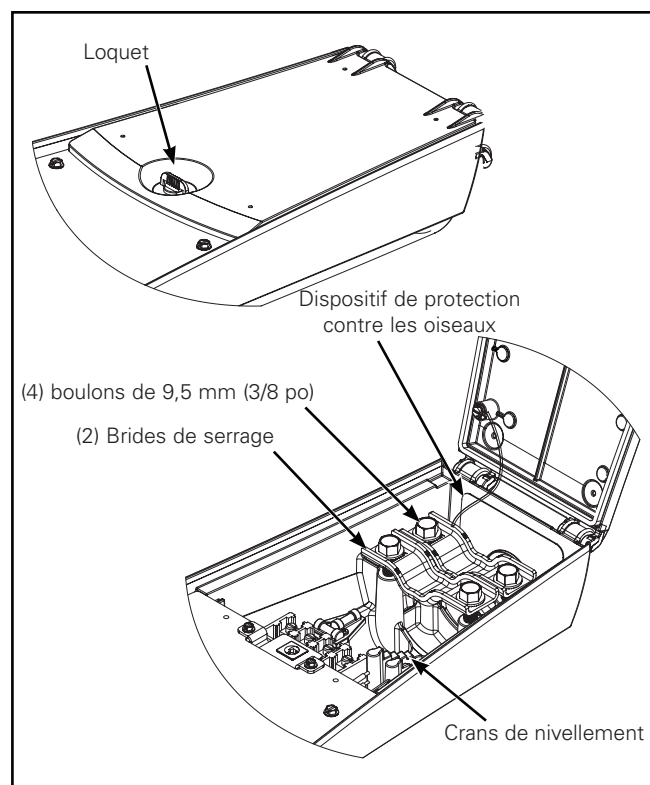

Figure 2.
5. Si un tuyau de 38 mm (1-1/2 po) est utilisé, retirez les boulons de la bride de serrage et retournez-la pour que la dimension du tuyau soit visible depuis le haut. La bride de serrage doit être inversée pour l'option du tuyau plus petit. (Figure 2).